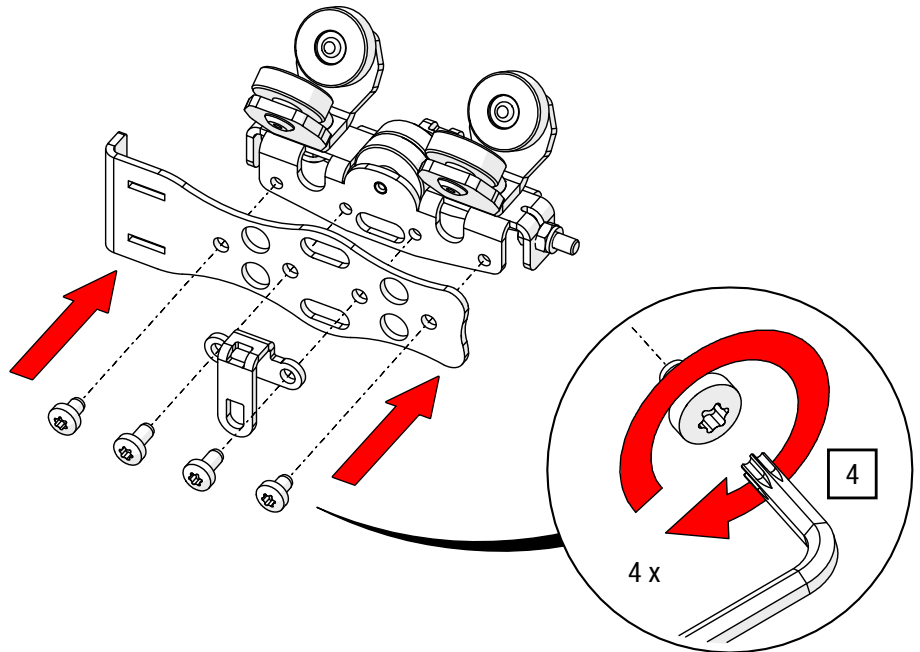

Abb. 53: Zugwagen mit Rastbremse – Seitenblech und Ösenblech montieren
- Positionieren Sie ein Seitenblech mit einem seitlichen Ösenblech auf den Zugwagen und verschrauben Sie dieses mit einem TORX®-Schlüssel T20, bis es am Zugwagen anliegt (siehe Abb. 53).